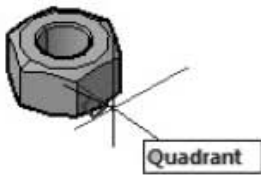

Рис. 12.25. Выбор второй точки на гайке
22. Укажите вторую точку с привязкой Квадрант (Quadrant) – квадрант окружности нижнего основания гайки (рис. 12.25).